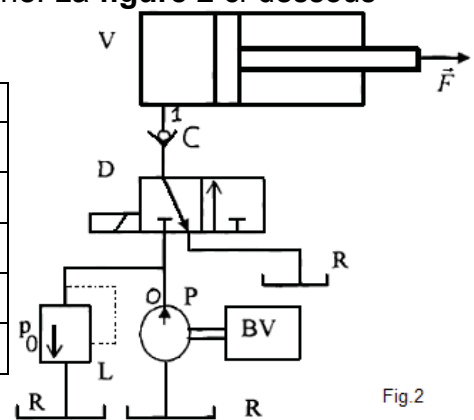

Fig.2
**4-** Cette pompe doit actionner le vérin de basculement de la benne. La **figure 2** ci-dessous donne le schéma hydraulique des éléments de l'installation.